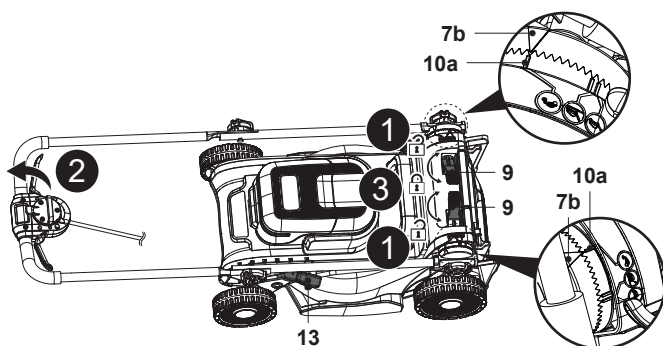

Fig. 21
- Retire o recipiente de recolha de relva (8)/encaixe do triturador (24).
- Coloque a alavanca de ajuste da altura de corte (13) na posição mais baixa.
- Desaperte as duas alavancas de aperto (9) e, em seguida, dobre completamente o conjunto da pega (Fig. 21, passos 1, 2).
- Fixe as ligações bloqueando as duas alavancas de aperto (9) e certifique-se de que o triângulo de indicação (7b) está alinhado com o indicador de estacionamento (10a) para evitar a dispersão (Fig. 21, passo 3).
- Guarde o corta-relva numa posição plana ou na vertical (Fig. 21).